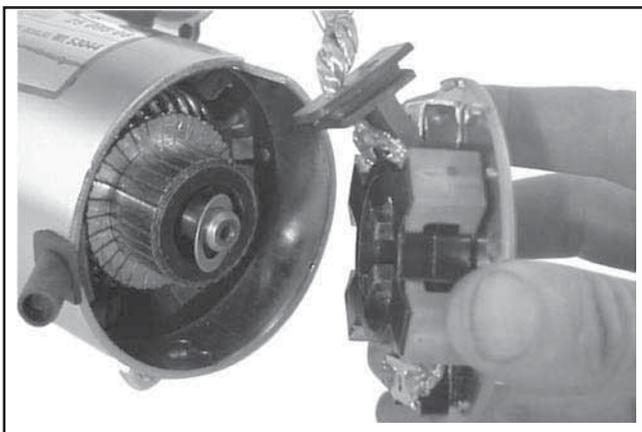

Figure 8-49. Enlèvement du groupe plaque de culasse du commutateur.
5. Retirer le groupe de la plaque de la culasse du commutateur comportant le support de balais, les balais, les ressorts et les capots de blocage. Retirer les rondelles de butée de l'intérieur de l'extrémité du commutateur. Voir la Figure 8-49.